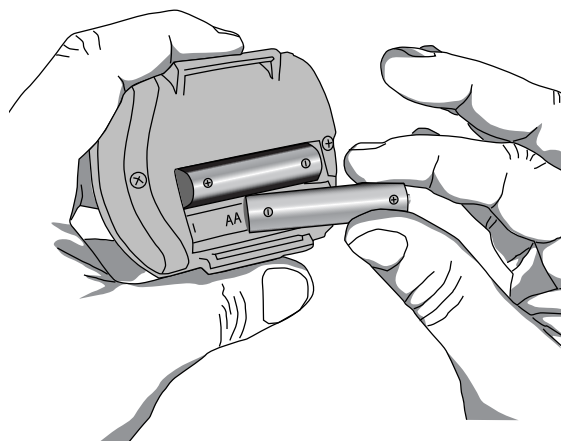

Figura 5: Colocação das Pilhas
2. Insira duas pilhas AAA novas (figura 5). A posição das pilhas é indicada dentro do compartimento de pilhas.